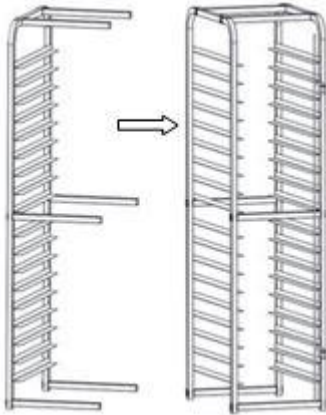

Fig. 1:
7. Fije los 6 travesaños en la segunda parte lateral, utilizando arandelas y tornillos como se describe anteriormente. (Fig. 1).